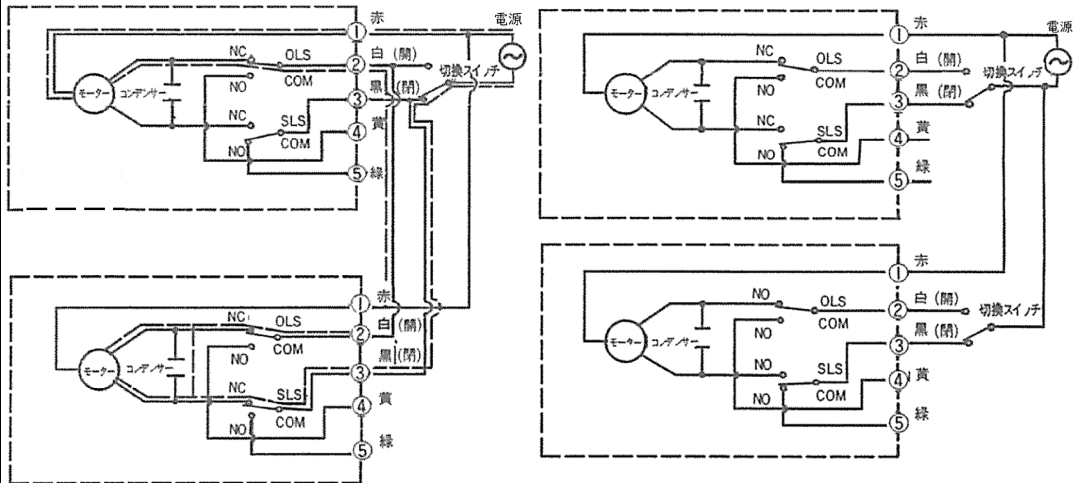

図 36
- 並列運転は絶対行わないでください。並列運転を行うと、図 36 のような異常電流が流れアクチュエータ内蔵スイッチの溶着、破損やカムの破損を招きます。2 台以上のバルブを作動させる場合は、バルブ1台ごとに開閉スイッチを設け、使用してください。(EAL 型は除く)